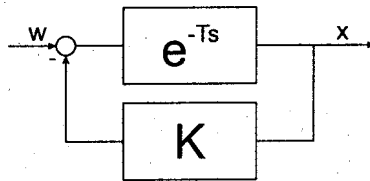

Abb. 5.1: Regelkreis mit Totzeit.
- 5.4 Für welche Werte von  $K$  ist der in Abb. 5.1 angegebene Regelkreis stabil? Begründen sie exakt mit Hilfe eines beliebigen Stabilitätskriteriums!